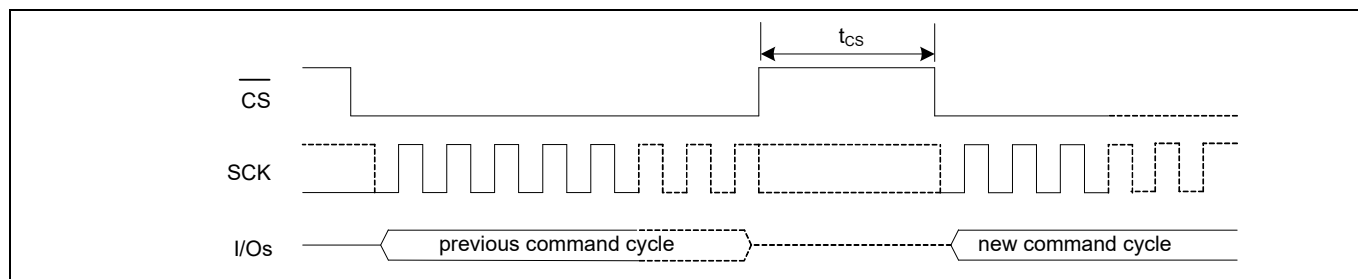

Figure 116 チップセレクト解除 (\overline{CS} HIGH) - t_{CS} タイミング
- 22.t_{CS} は新コマンド サイクルが特別の SPI モード (SPI, DPI, または QPI) で開始する前に最小のチップセレクト解除 (\overline{CS} HIGH) 時間です。このパラメータはホストが新コマンド サイクルを開始する前に以前の動作が正常に完了されたことを保証します。Figure 116 を参照してください。
- t_{CS} は新コマンド サイクルが特別の SPI モード (SPI, DPI, または QPI) で開始する前に最小のチップセレクト解除 (\overline{CS} HIGH) 時間です。このパラメータはホストが新コマンド サイクルを開始する前に以前の動作が正常に完了されたことを保証します。Figure 116 を参照してください。
26. t_{CS} は新コマンドサイクルが特別の SPI モード (SPI または QPI) で開始する前に最小のチップセレクト解除 ($\overline{\text{CS}}$ HIGH) 時間です。このパラメータはホストが新コマンドサイクルを開始する前に以前の動作が正常に完了されたことを保証します。Figure 116 を参照してください。
26. t_{CS} は新コマンドサイクルが特別の SPI モード (SPI または QPI) で開始する前に最小のチップセレクト解除 (CS HIGH) 時間です。このパラメータはホストが新コマンドサイクルを開始する前に以前の動作が正常に完了されたことを保証します。Figure 116 を参照してください。